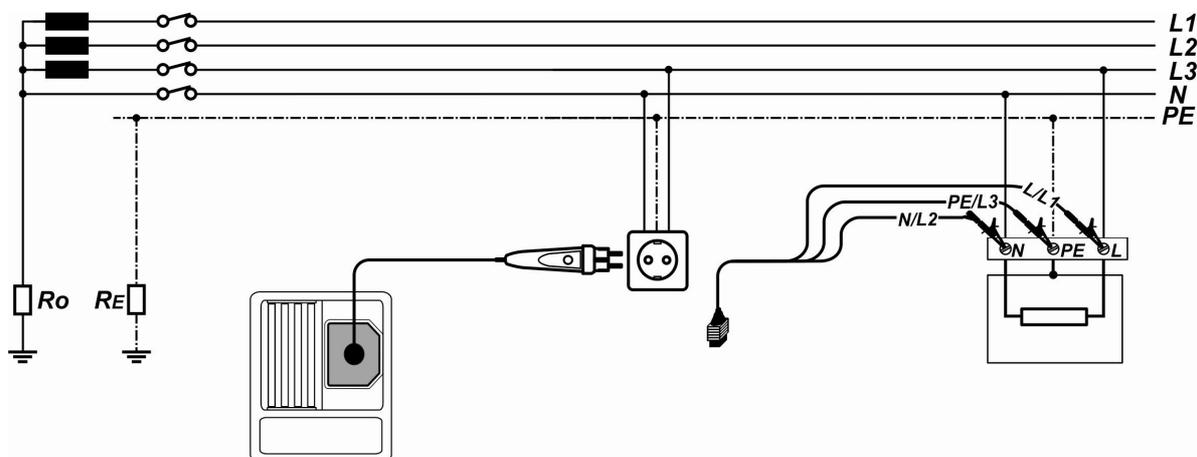

Abbildung 5.24: Anschluss des optionalen Commander-Prüfsteckers (044149) und der 3-Leiter-Prüfleitung
- ❑ Kontaktieren Sie die Prüfleitungen an das Prüfobjekt (siehe Abbildung 5.24).